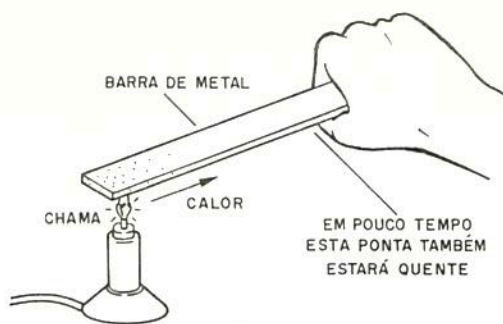

figura 6
1. Condução: esta é uma maneira que lembra muito a eletricidade. Do mesmo modo que os portadores de carga podem "saltar" de átomo para átomo, o calor, dado pela agitação das partículas pode se transmitir de átomo a átomo de um corpo. (figura 6)